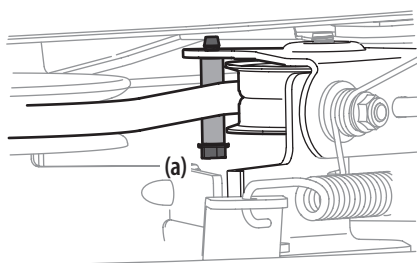

Figure 36
6. Retirez le porte-courroie (30" seulement) en retirant le boulon hexagonal (a). Voir la Figure 36.